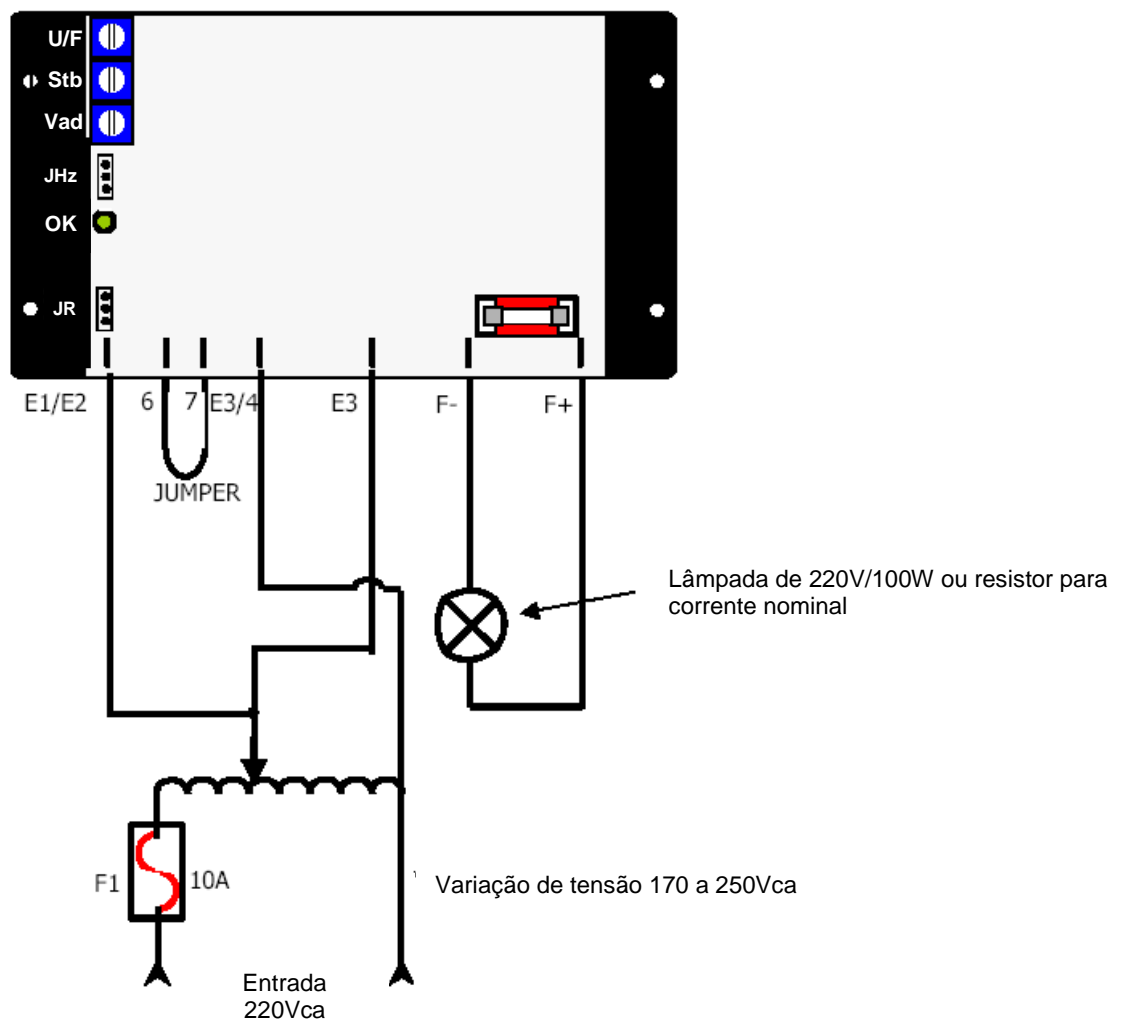

Figura 19.1: Ligação do regulador sem alternador
3. Figura 19.1 apresenta um exemplo utilizando uma lâmpada de 220V/100W.